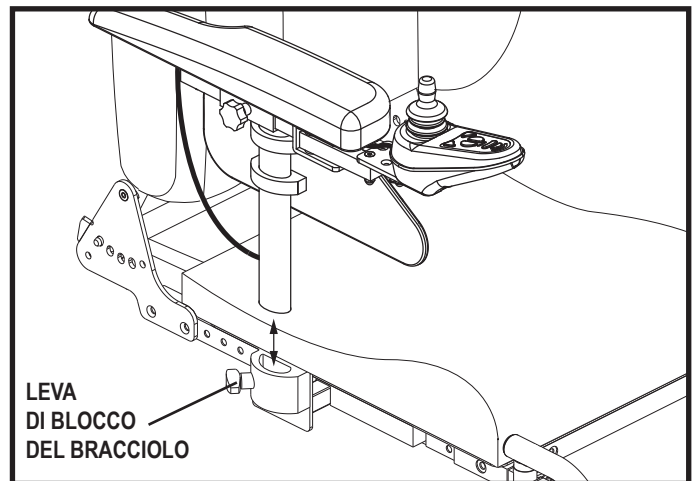

Figura 17. Regolazione dell'altezza della parte superiore del bracciolo
1. Estrarre la leva di blocco del bracciolo. Vedere la figura 17.